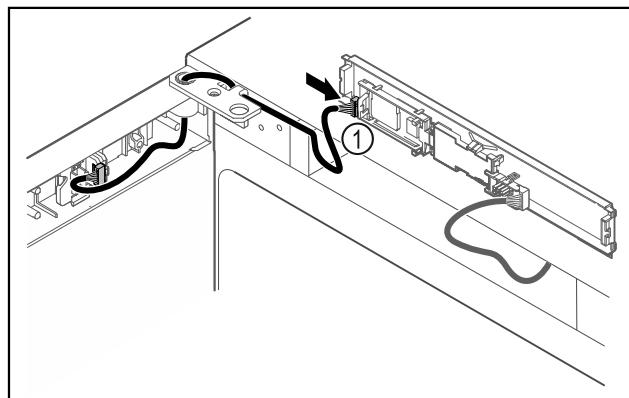

Fig. 47
- ▶ Sett pluggen Fig. 47 (1) inn i kretskortet.